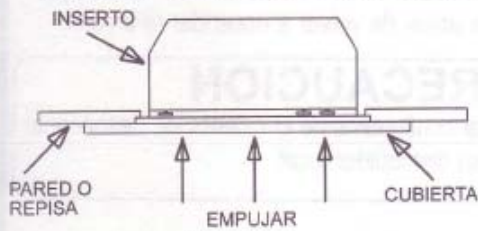

FIGURA 6
4. Empuje el inserto de la chimenea en su lugar de manera que la cubierta quede contra la repisa circundante o la superficie de la pared. (FIGURA 6).